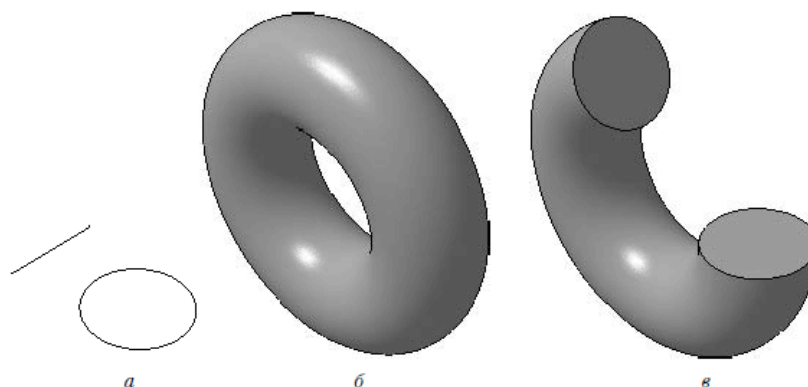

Рис. 3.6. Вращение: эскиз (а), полное вращение (б), вращение на угол меньше 360° (в)
- *Вращение.* Формообразующий элемент является результатом вращения эскиза (рис. 3.6, а) в пространстве вокруг произвольной оси (рис. 3.6, б). Вращение может происходить на угол 360° или меньше (рис. 3.6, в). Обратите внимание, ось вращения ни в коем случае не должна пересекать изображение эскиза!